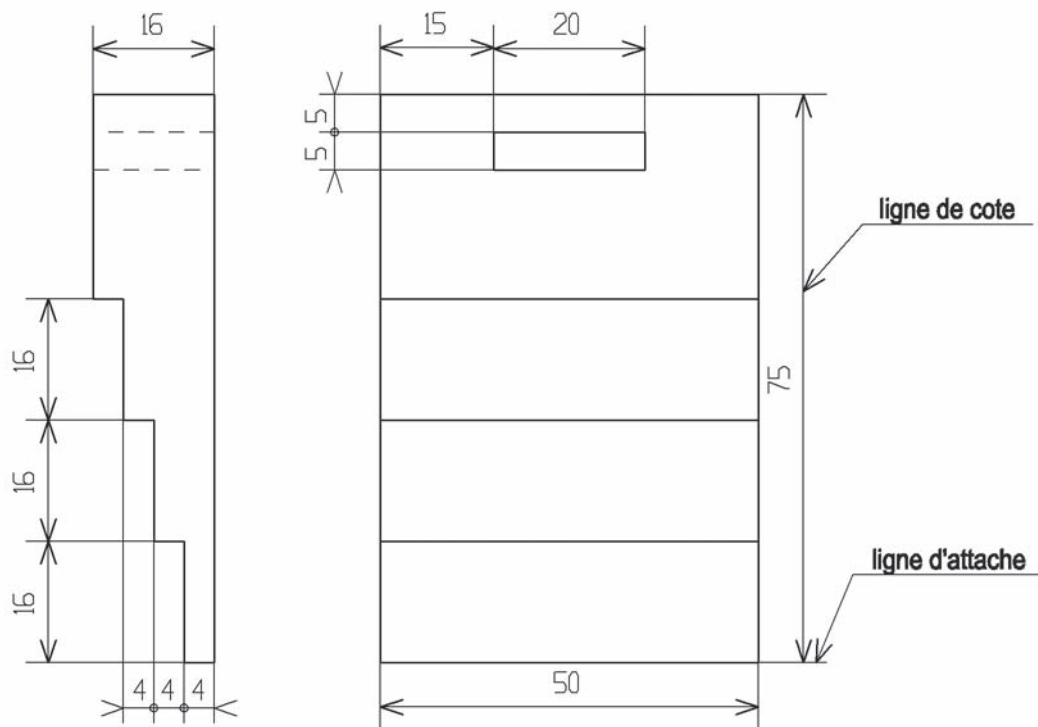

Figure 2.2
Si l'on devait mesurer les dimensions lors de la fabrication d'une pièce, cela manquerait de précision. Voici la pièce cotée à l'échelle 1 (appelée échelle réelle), figure 2.2, avec respect de la normalisation.
- Observer la figure 2.2 et dire à quelle distance de la vue se placent les lignes de cotes ?
- Combien de cotes sont nécessaires pour faire le trou débouchant, voir figure 2.2 ?
On peut remarquer que les formes techniques sont cotées dans la vue où elles sont le plus clairement représentées, voir figure 2.2. Les entailles sont cotées en vue de face et le trou débouchant est coté en vue de gauche.